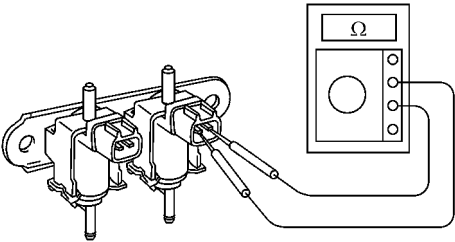

图 12-54 检查电磁线圈电阻
2) 检查电磁线圈的电阻。测量端子 1 和 2 之间的电阻，如图 12-54 所示。